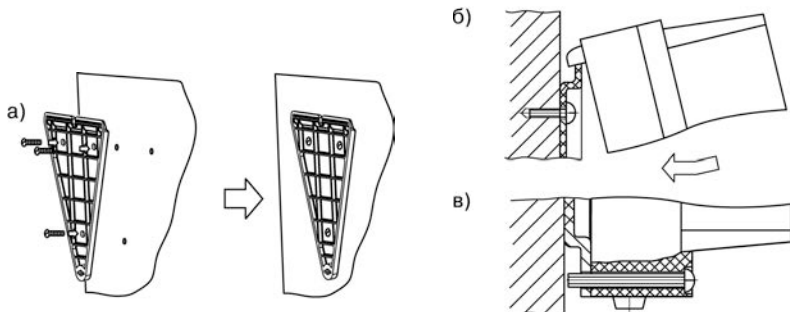

Рисунок 5.1 – Установка прибора настенного крепления
1) Кронштейн закрепляется тремя винтами М4 на поверхности, предназначенной для установки прибора (см. Приложение А и рисунок 5.1, а).
2) Крепежный уголок зацепляется на задней стенке прибора за верхнюю кромку кронштейна (рисунок 5.1, б).
3) Прибор прикрепляется к кронштейну винтом М4 × 35 из комплекта поставки (рисунок 5.1, в).